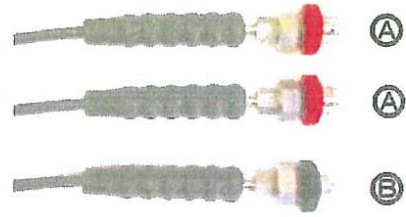
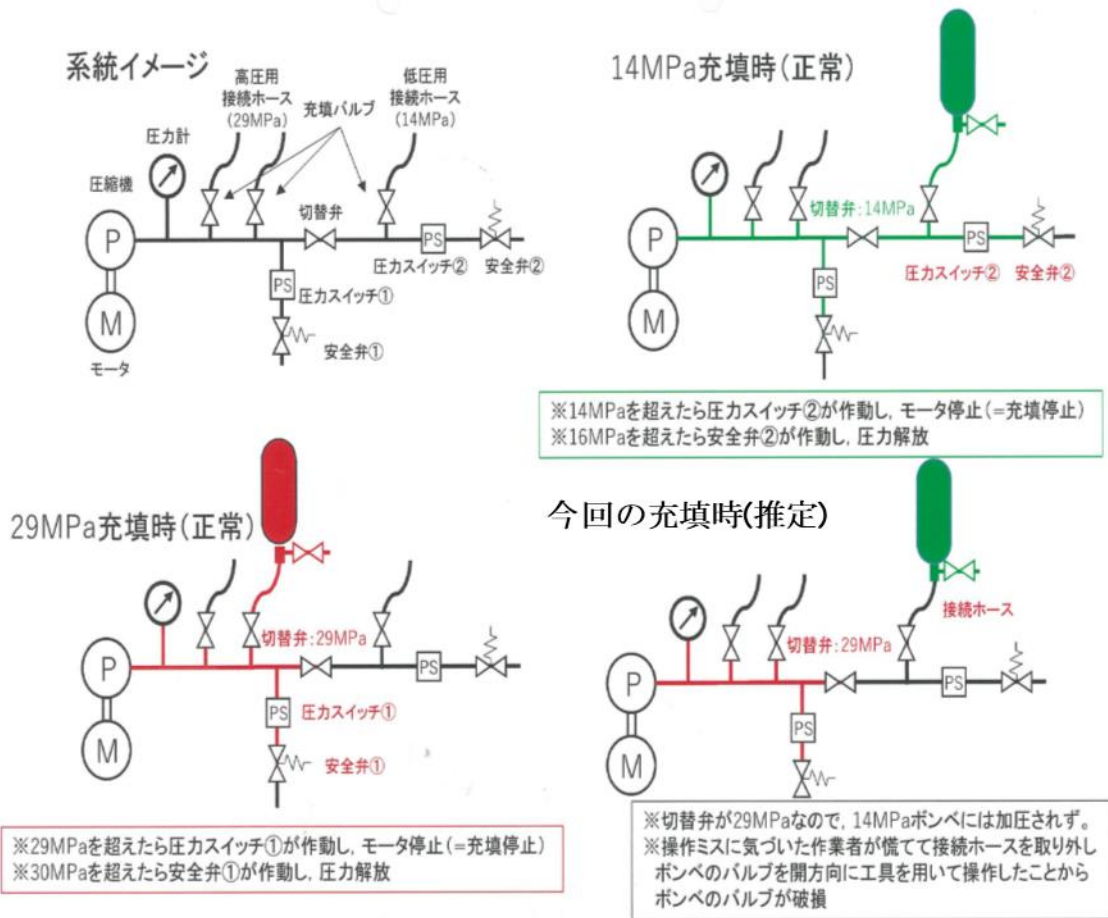

図 3 充填ホース
図 4 系統イメージ
- ① 作業は2名で実施したが、作業に熟練した署員が立ち会っていなかった。
- ② 充填ホースは容器の最高充填圧力に応じて色分けされていた(図3参照)。
- ③ 空気充填用の圧縮機には14.7MPaモードと29.4MPaモードがあり、容器の最高充填圧力に応じてモードを切り替えて充填作業を行なっているが、今回、経験の浅い署員が作業を行なったため、モードの切り替えを間違えてしまった。
- ④ 通常は最高充填圧力29.4MPaの容器への充填作業が多いが、今回は最高充填圧力14.7MPaの容器への充填作業であった。
- ⑤ 14.7MPaの容器と29.4MPaの容器を交互に充填したことにより、切り替えの手順が増えてしまった。
- ⑥ モードの切り替えを間違えた場合でも、最高充填圧力14.7MPaの容器に29.4MPaの圧力で充填されない圧縮機の機能を認識していなかった(図4参照)。